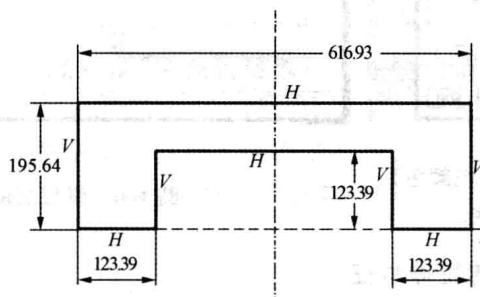

图 1.11 绘制图形
②单击创建【2 点线】 工具,绘制如图 1.11 所示的图形。